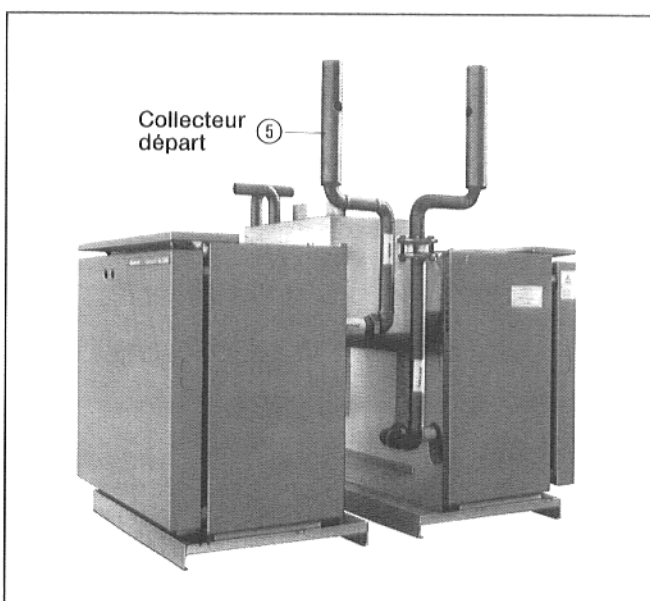

Fig. 3
5. Visser le collecteur de départ ⑤ dans le tuyau départ du bloc chaudière 1 (Fig. 3).